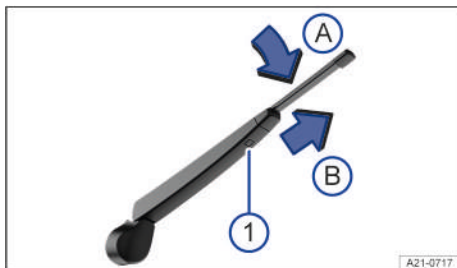

Fig. 229 Cambiar la escobilla limpiacristales de la luneta.
① Tecla de desbloqueo de la escobilla limpiacristales
- Mantenga pulsada la tecla de desbloqueo → fig. 229 ①.
- Doble la escobilla en dirección al brazo del limpiacristales → fig. 229 A) y retírela al mismo tiempo en el sentido de la flecha B). Es probable que tenga que emplear bastante fuerza.
- Inserte una escobilla nueva de la misma longitud y tipo en el brazo del limpiacristales en el sentido contrario al de la flecha → fig. 229 B) hasta que encastre. Para ello, la escobilla debe estar doblada → fig. 229 A).